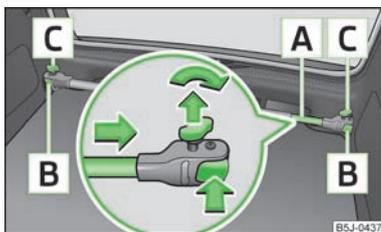

Fig. 51
- Desserrez les vis de blocage [C] » fig. 51 et retirez-les légèrement ; cela déverrouille les supports [B].